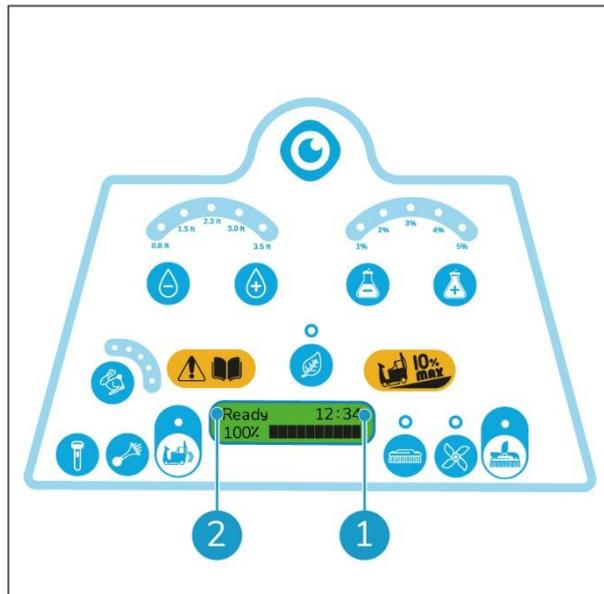

Abbildung 31
3. Warten Sie, bis auf dem Display „Ready“ (Bereit) angezeigt wird (Abbildung 31, Pos. 2).
4. Die Anzahl der Betriebsstunden und -minuten wird oben rechts auf dem Display angezeigt (Abbildung 31, Pos. 1).